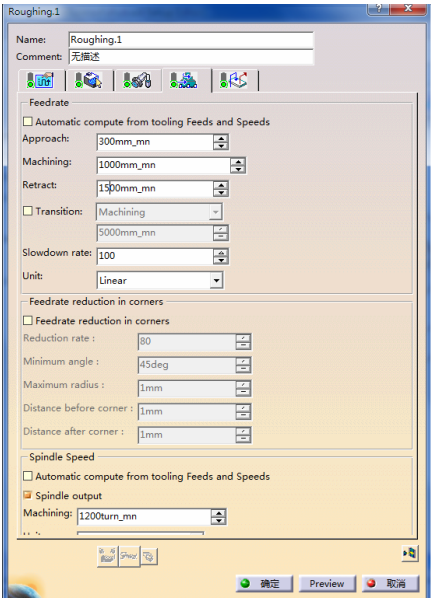

图 3-26 进给率参数选项卡（1）
4) 定义进给率。单击“Roughing.1”对话框中的，切换到进给率参数选项卡(1)，如图 3-26 所示。